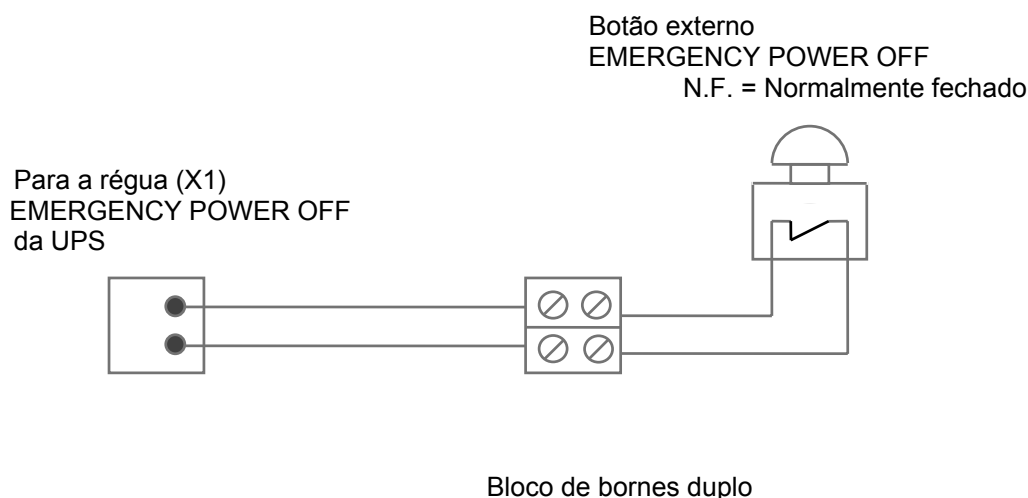

Fig 4. Esquema da preparação do cabo de conexão para o botão externo de EMERGENCY POWER OFF
- Utilize um cabo blindado com 1 pare de fios (secção dos fios 0.6 mm²) e comprimento máximo de 100 m, segundo Fig.4.
- Conectar o Botão EMERGENCY POWER OFF ao bloco bipolar terminal (ver Fig. 4).